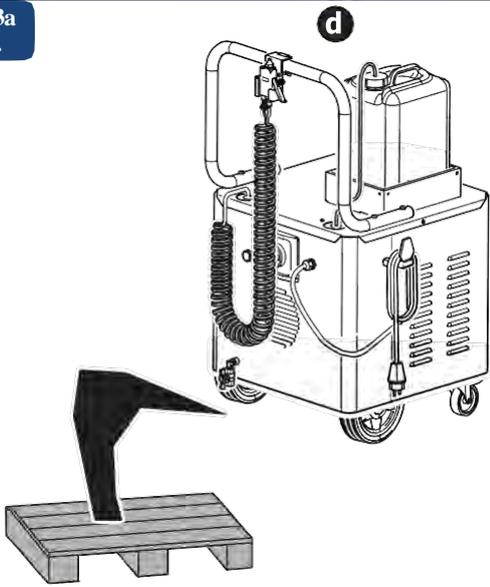

Fig. 4
- La macchina deve essere posizionata su una superficie piana, orizzontale e stabile. Bloccare le ruote (2) con l'apposito pedale prima di utilizzare la macchina. (Fig.4)